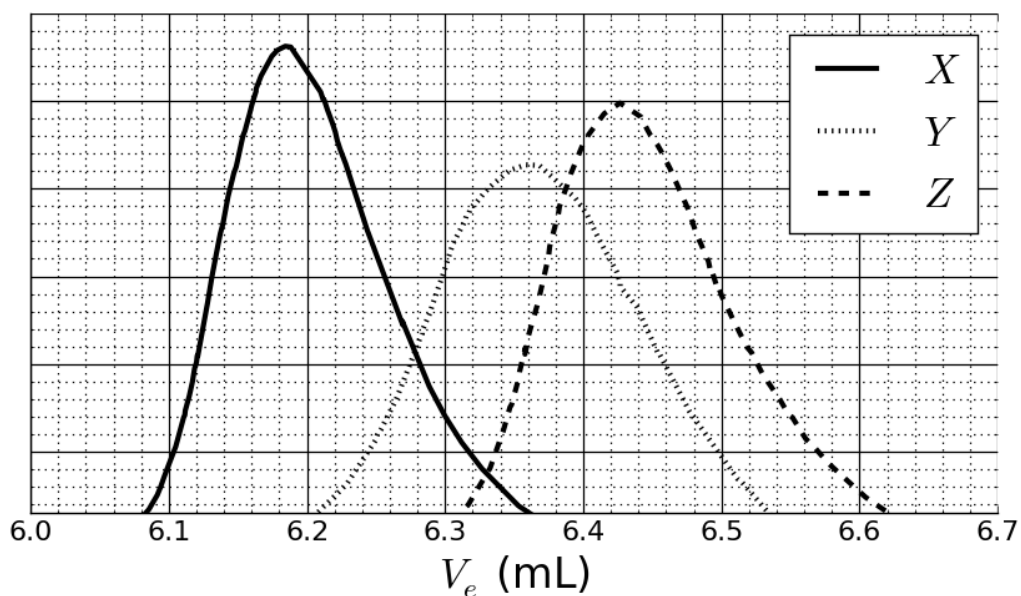

Fig. 2 – Cromatogramas de SEC de **3a**, **3b** y **3c** en función del volumen de elución, V_e .
La reacción de **1** con **2** forma los copolímeros **3a** después de 20 h, **3b** después de 25 h, y **3c** después de 30 h de reacción a 40 °C. Los resultados de la cromatografía de exclusión por tamaño (SEC por sus siglas en inglés) se presentan en la Fig.2.
6. Asigne las señales en la Fig. 2 a los copolímeros **3a**, **3b** y **3c**.
7. Basado en las curvas de SEC en las Fig. 2 y 3, **determine** el volumen de elución V_e del polímero que corresponde a la curva X y úselo para **determinar** el grado de polimerización m del segundo bloque. **Presente** detalladamente sus cálculos. Puede usar una calculadora o graficar.